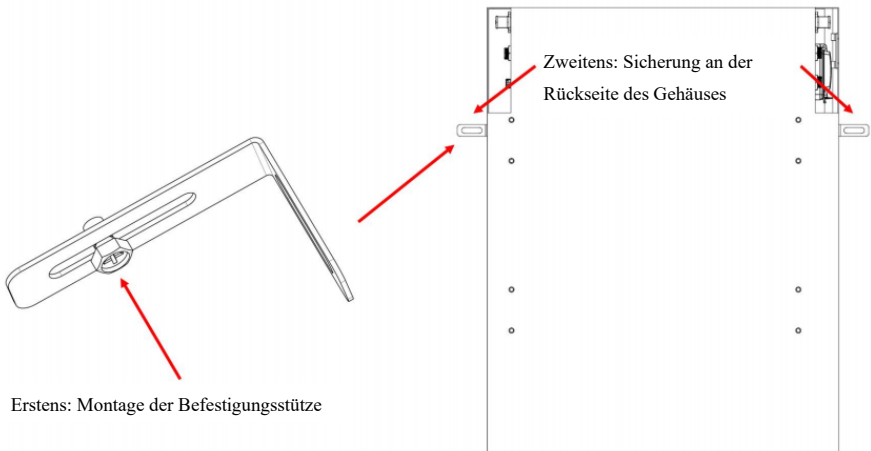

Abb. 5-4
- c) Verwenden Sie die 4 Schrauben M6x10, um die linken und rechten Halteösen an der Rückseite der Batterie zu befestigen, wie in Abb. 5-4 gezeigt.